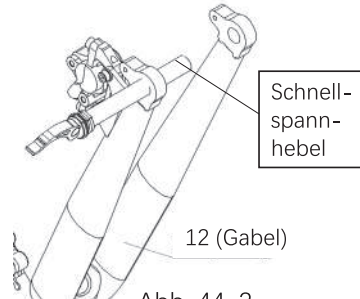

Abb. 44-2
b. Entfernen Sie den Schnellspannhebel von Teil 12, wie in Abb. 44-2 gezeigt.